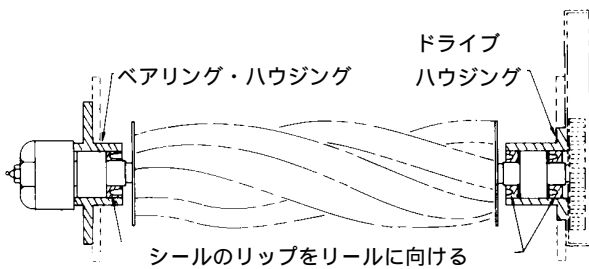

図32
2. アウタ・シールの外径部にロクタイト242を塗り、リップを内側にして(グリスを密封するため)ドライブ・ハウジングに装着し、反対側から、ベアリング・アセンブリを入れる。アセンブリのシール・リップ部にオイルを薄く塗っておく(図32)。
3. 内側シールのリップにオイルを薄く塗り、リップをリール側に向けて(ベアリングに背を向けて)ハウジングに装着する。アセンブリ全体をリテーナ・リングでハウジングに確実に固定する(図32)。
4. ベアリング・ハウジング用のシールのリップにオイルを薄く塗り、リップがベアリングに背を向けるようにして、ベアリング・アセンブリに装着する(図32)。